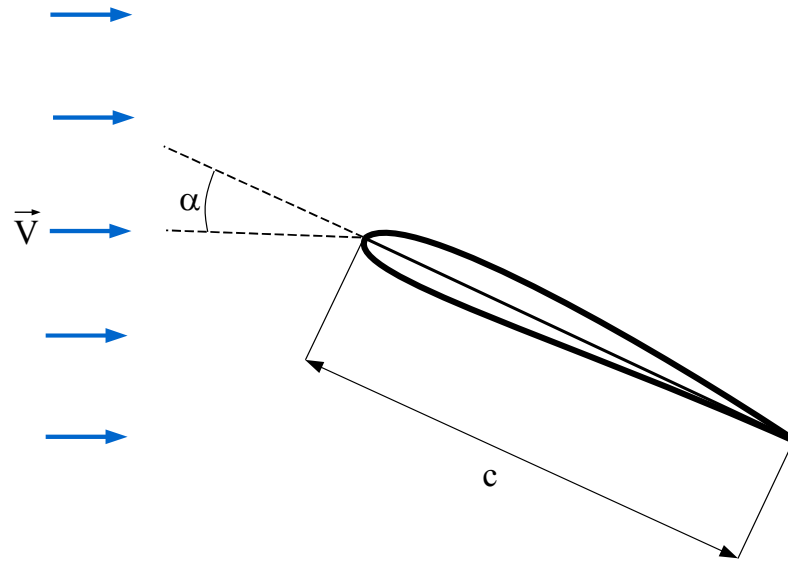

Figura 6.2: Definición de cuerda, c , y ángulo de ataque, α .
- La sección de una pala tiene forma de **perfil alar**, cuyo tamaño, e incluso forma, suelen variar con la distancia al eje. La Figura 6.2 muestra un ejemplo de perfil alar. Consideraremos la pala del aerogenerador como una sucesión de perfiles alares.
- La **cuerda** de un perfil alar, c , es la distancia entre el borde de ataque del perfil y el borde de salida (ver Figura 6.2). La cuerda es frecuentemente la longitud característica que se utiliza cuando se hace análisis dimensional en este tipo de problemas (por ejemplo, es la longitud de referencia para calcular el número de Reynolds).
- El **ángulo de ataque**, α , es el ángulo formado por la cuerda y la velocidad (relativa) incidente, \vec{w} (ver Figura 6.2). Note que usamos la veloci-
- La fuerza en la dirección de la velocidad relativa, llamada **fuerza de arrastre** (*drag*, en inglés), D , en la dirección de la velocidad del aire incidente (Figura 6.2); y
- La fuerza en la dirección perpendicular a la velocidad relativa, llamada **fuerza de sustentación** (*lift*, en inglés), L (Figura 6.2).